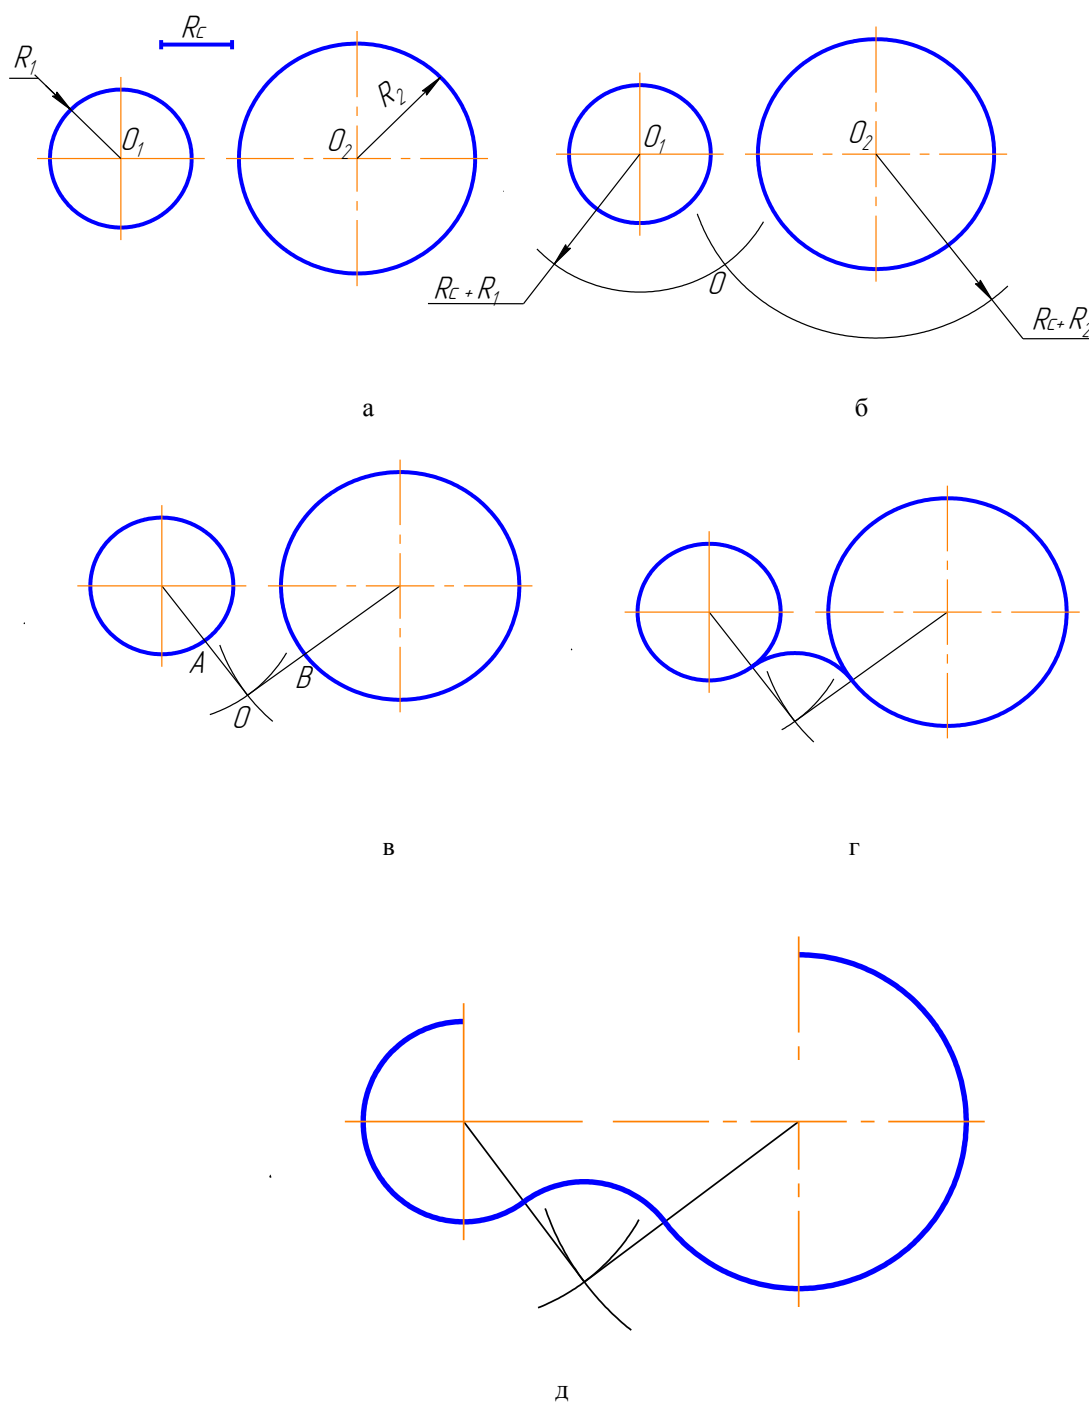

Рисунок 3.13 – Сопряжение двух окружностей внутренней дугой:
1. Найти центр сопряжения  $O$  (рисунок 3.13 б). Для этого из  $O_1$  и  $O_2$  сделать засечки суммами радиусами:  $R_c + R_1$  и  $R_c + R_2$ ;
2. Найти точки сопряжения  $A$  и  $B$  (рисунок 3.13 в). Соединить точку  $O$  с  $O_1$  и  $O_2$ :  $OO_1$ ;  $OO_2$ . На пересечении этих линий и сопрягаемых дуг отметить точки  $A$  и  $B$ .
3. Построить сопряжения дуги, т. е. радиусом  $R_c$  соединить точки  $A$  и  $B$  (рисунок 3.13 г).